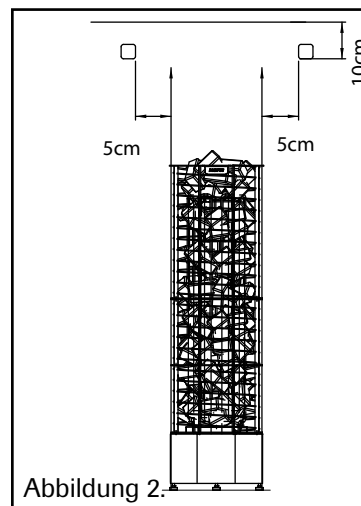

Abbildung 2.
- Bringen Sie den Temperaturfühler im Bereich, wie in Abb. 2 gezeigt, an.